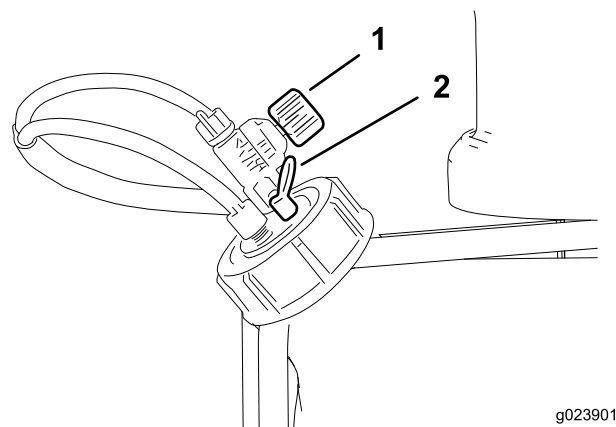

Figure 8
**Régulateur de mousse** – Il permet de modifier la consistance de la solution moussante. Le réglage du régulateur permet de contrôler la quantité de solution moussante envoyée aux buses. Plus le débit augmente, plus l'application de mousse sera fréquente, et plus le débit diminue, moins l'application de mousse sera fréquente (Figure 8).
**Clapet de décharge** – Tirez la languette rouge sur le bouchon du réservoir pour évacuer la pression du réservoir (Figure 8).
5. Pour obtenir la densité initiale de la mousse, ouvrez la valve de réglage de densité de mousse de 1/8 à 1/4 de tour (Figure 8).